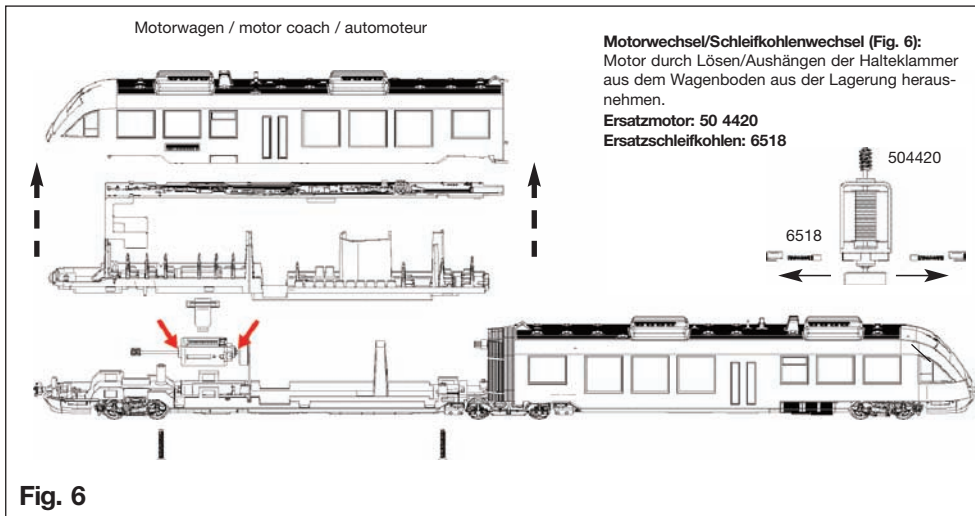

Fig. 6
**Motorwechsel/Schleifkohlenwechsel (Fig. 6):** Motor durch Lösen/Aushängen der Halteklammer aus dem Wagenboden aus der Lagerung herausnehmen.
**Exchange of motor /carbon brushes (Fig. 6):**
**Remplacement du moteur/des charbons (Fig. 6) :**
**Het vervangen van de motor en/of koolborstels (Fig. 6):**
**Sostituzione del motore/delle spazzole in carbone (Fig. 6):**